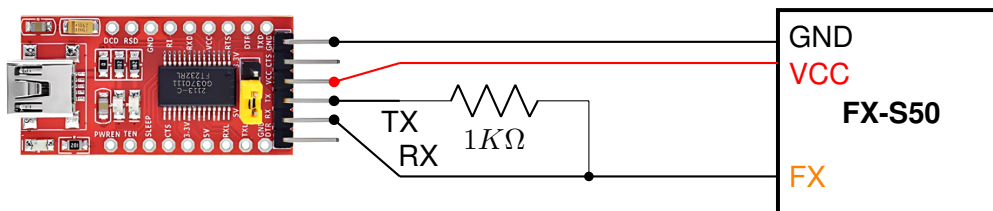

Figura 9.1: Usando um conversor USB serial como FoxWire
O modo Shell oferece uma forma prática de configurar o sensor sem a necessidade de códigos ou bibliotecas específicas. É necessário apenas um programa de comunicação serial, como o *Putty* ou o *Serial Monitor* do Arduino. A conexão é simples e pode ser realizada com um conversor USB-Serial e um resistor para configurar a comunicação como UART em modo *Half-Duplex*, vide Figura 9.1.
1. Conecte o sensor ao computador utilizando um conversor USB-Serial, vide figura 9.1, ou um Arduino.